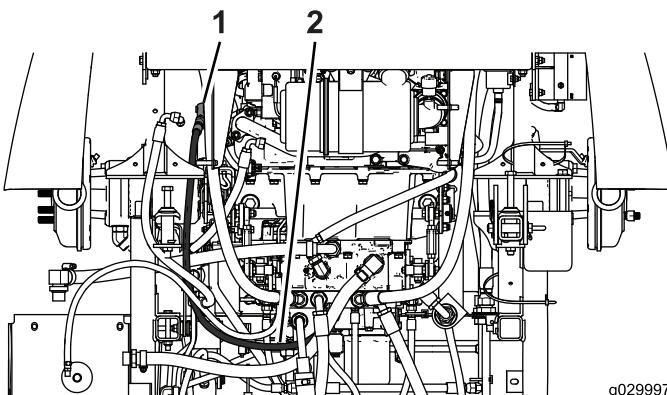

Figura 13
6. Encaminhe o tubo hidráulico curto como se mostra na Figura 13.